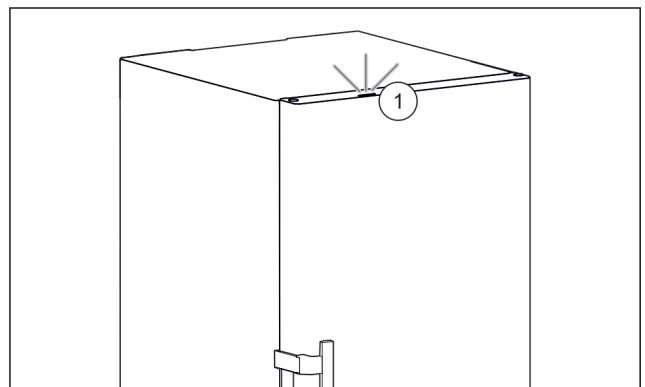

Fig. 61 Aktives Statuslicht bei geschlossener Tür
- ▶ Statuslicht Fig. 61 (1) ist aktiviert.